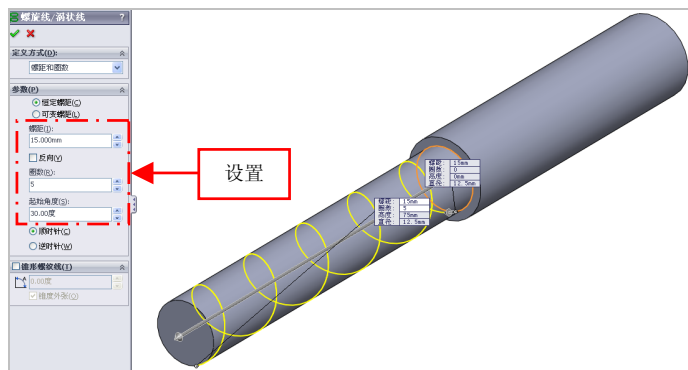

图 7-10 设置参数值
(5) 退出草图绘制环境，弹出【螺旋线/涡状线】属性管理器，设置【螺距】为 15、【圈数】为 5、【起始角度】为 30，如图 7-10 所示。